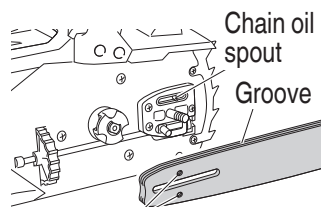

Fig. 43
4. Cleaning the guide bar (Fig. 43)